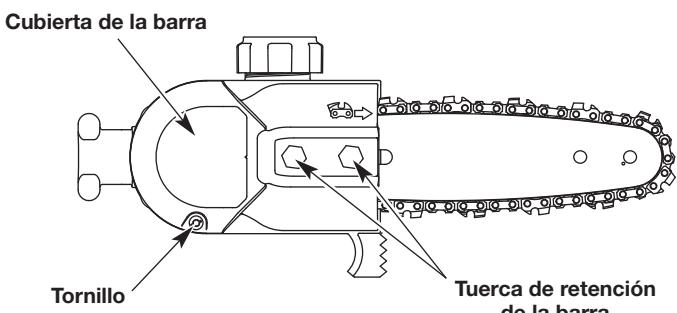

Fig. 10
- Extraiga el tornillo y dos (2) tuercas de retención de la barra. Retire la cubierta de la barra (Fig. 10).